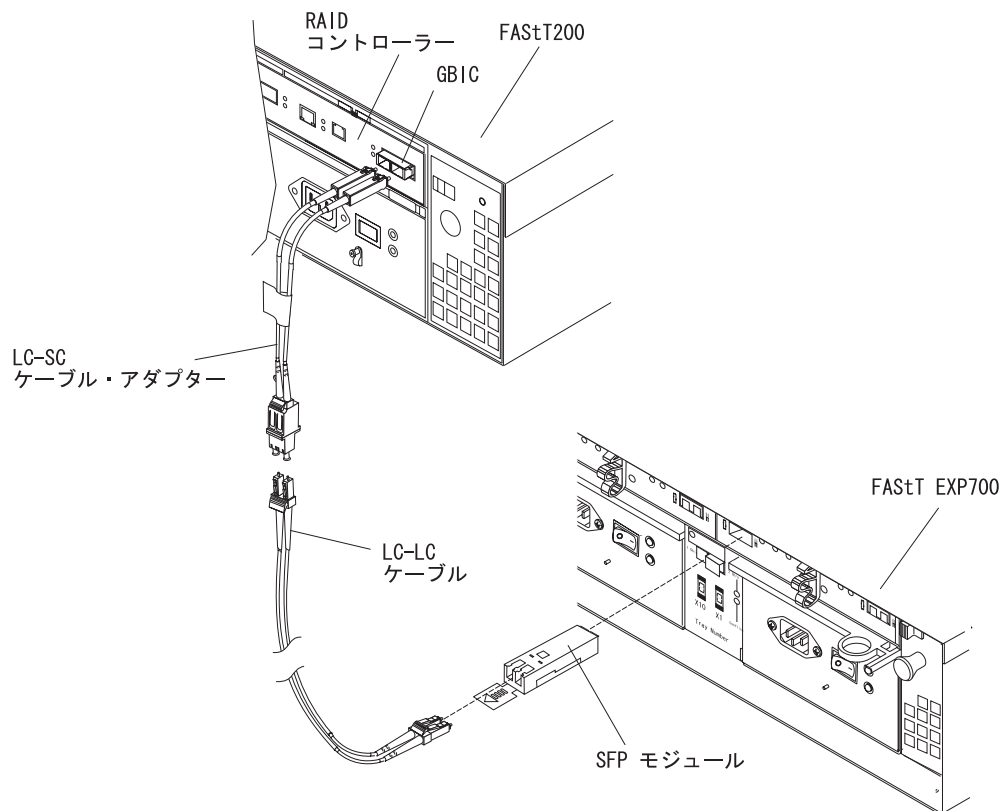

図 29. FAST EXP700 への FAST200 の接続
2. 35 ページの図 29 をガイドとして使用し、以下の手順を完了して FASiT200 を FASiT EXP700 に接続します。